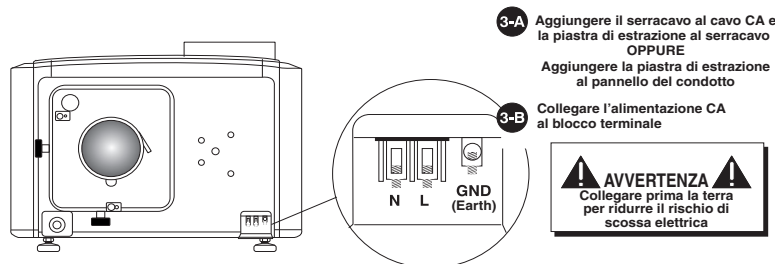

Figura 2-11 Procedura per collegare l'alimentazione CA al blocco terminale
3. Collegare la sorgente di alimentazione CA al blocco terminale, iniziando prima dal cavo di terra. Vedere **Figura 2-11** per i dettagli del cablaggio. Usare un connettore per serracavo di dimensioni adeguate con la piastra di espulsione fornita, in modo da assicurare una sigillatura ambientale idonea e prevenire l'usura o lo strappo accidentale dei cavi. **NOTA: 1)** Il blocco terminale può alloggiare anche un cavo 8 AWG. **2)** Eventualmente è possibile usare un connettore per serracavo a 90° per orientare il cavo di alimentazione verso il basso.